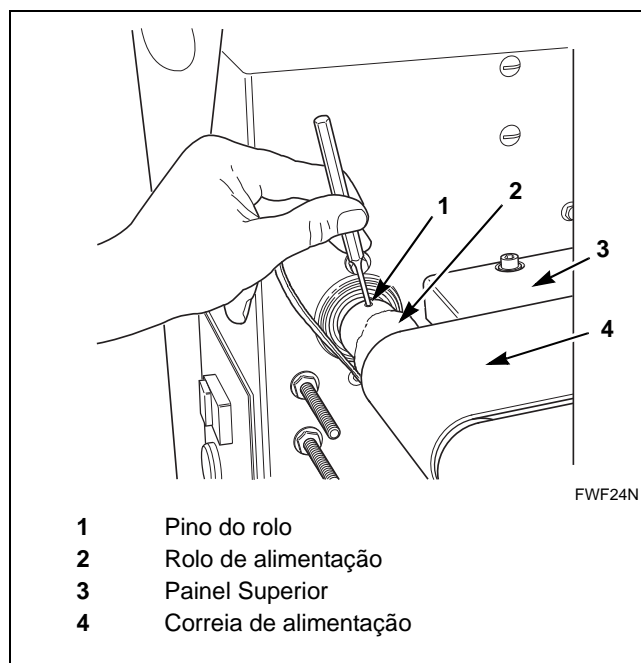

Figura 25
4. Usando um ponção, retire completamente o pino do rolo de alimentação. Consulte *Figura 25*.